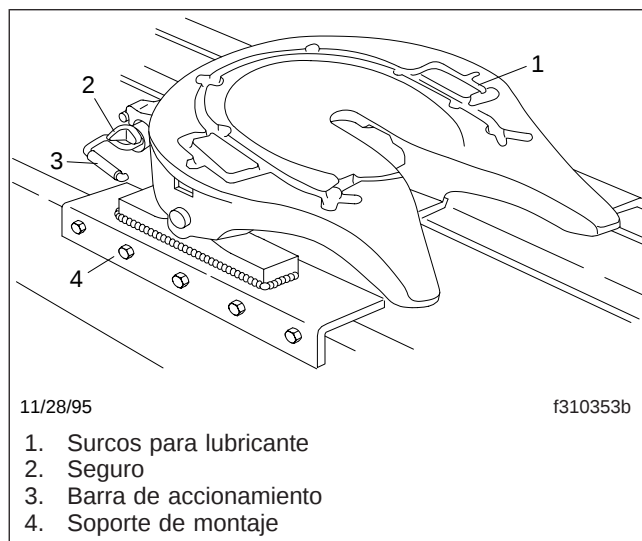
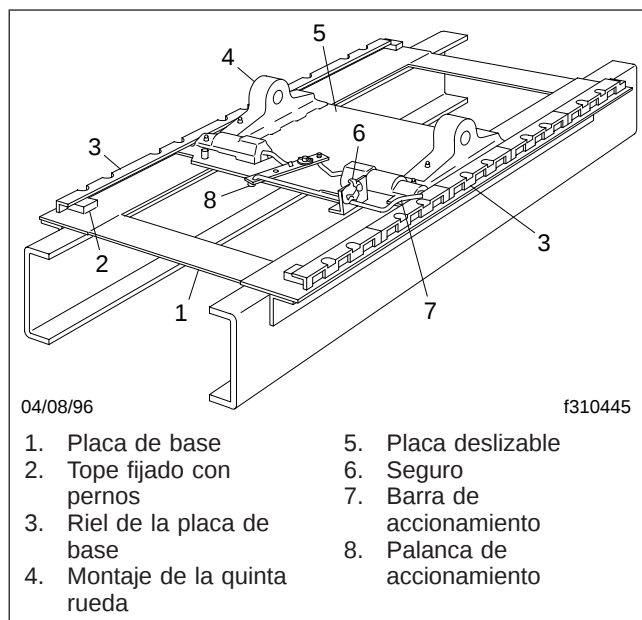

Figura 10.8, Quinta rueda estacionaria Simplex
Figura 10.9, Placa deslizante Taperloc de liberación manual
se instalan como quinta rueda fija (**Figura 10.8**), se montan en el chasis del tractor con soportes, en la posición que mejor distribuya la carga del remolque sobre los ejes del tractor. Cuando se utilizan como quinta rueda deslizante (**Figura 10.9**), se montan en un montaje deslizante Taperloc® (de liberación por aire o manual).
La placa deslizante operada manualmente tiene una barra de accionamiento (**Figura 10.9**) que desbloquea ambos lados de la placa a la vez.
- 3.2 Para los modelos de operación manual, levante el seguro y tire de la barra de accionamiento de la placa deslizante (**Figura 10.9**) hacia afuera hasta que el resalto haya salido del soporte de la barra de accionamiento, y luego baje la barra de accionamiento lo más que se pueda.